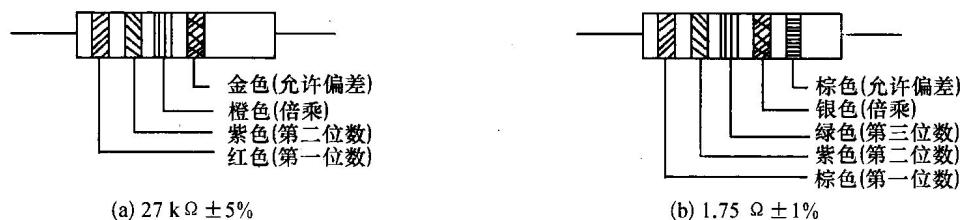

图 1-4 电阻色环标志识别法
③ 色标法。用不同颜色的色环来表示标称阻值和允许误差, 并标志在电阻表面上。普通电阻用 4 道色环, 精密电阻用 5 道色环。靠近电阻一端的为第一道色环, 其余顺次是第二、第三、第四、第五道色环, 标志方法如图 1-4 所示。